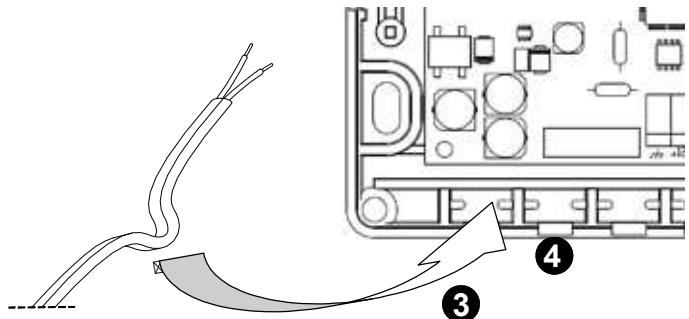

Рис. 3: Инструкция по прокладке провода
• Закройте устройство. Кабели должны быть согнуты, как показано на рис. 3, и пропущены через кабельные зажимы **3**.
Если используется кабельный ввод и соответствующий кабельный зажим, пластиковый зуб **4** на рис. 3 должен быть удален с помощью подходящих плоскогубцев, чтобы открыть кабельный канал.